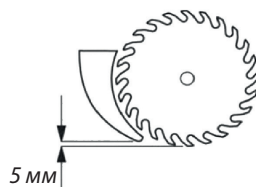

Рис. 4
**в)** На неподвижном кожухе устанавливается расклинивающий нож (21), препятствующий заклиниванию пильного диска. Фиксация ножа осуществляется винтами из комплекта крепежа в месте (13) таким образом, чтобы выполнялись следующие требования (Рис. 4,5).